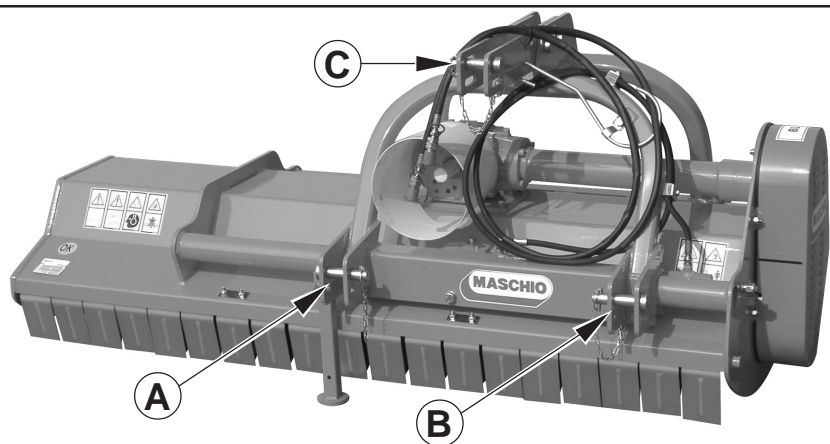
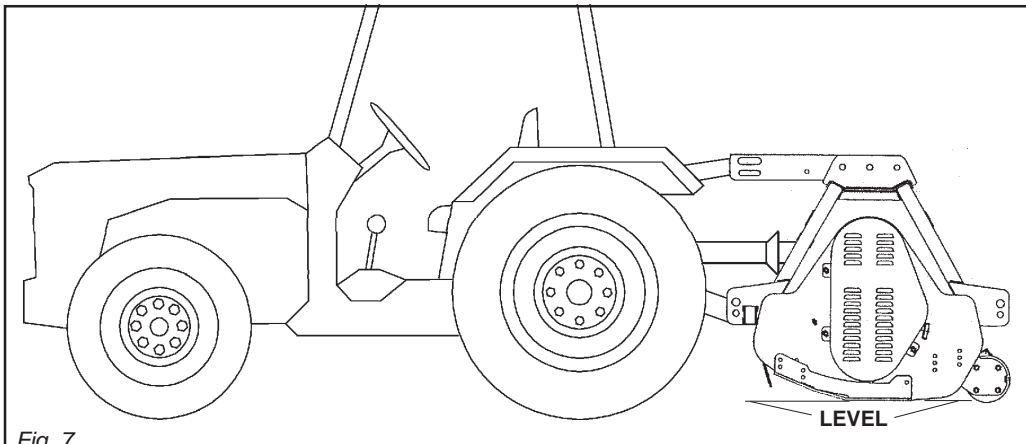

Fig. 6
Fig. 7
Le piastre (A-B-C Fig. 6) vanno montate sempre e solo come illustrato in Fig. 6 con i fori posizionati anteriormente al tubo quadro.
The plates (A-B-C fig. 6) are always mounted only as illustrated in fig. 6, with the holes positioned in front of the square tube.
Placile (A-B-C Fig. 7) sunt montate cum este indicat in Fig. 6 cu orificiile pozitionate anterior cadrului.
- 1- Accostare le barre del sollevatore ponendole all'interno delle piastre (A-B-C Fig. 6), inserire il perno nel foro predisposto e bloccare con le copiglie a scatto.
- 4- Collegare il terzo punto superiore (C Fig. 6) ed effettuare una corretta regolazione con il tirante, verificando che il piano superiore della macchina risulti parallelo al piano terra.
Sollevare la macchina dal terreno e registrare l'altezza di taglio. Regolare l'assetto della macchina con il sollevatore, facendo in modo che la macchina sia orizzontale, o appena più alta anteriormente, per favorire l'ingresso del materiale (Fig. 7).
- 1- *Near the lift bars, setting them in the most suitable plates (A-B-C Fig. 6). Insert the pin into the relative hole and lock in place with the snap-in split pins.*
- 4- *Connect the upper third-point (C Fig. 6) and correctly regulate by means of the adjuster, checking that the upper surface of the machine is parallel to the ground. This is very important since it achieves parallelism between the axis of the machine and that of the tractor pto.*
Raise the machine from the ground and regulate the cutting height. Regulate the driving position of the machine with the hoister so that the machine is horizontal, or only slightly higher in the front, to favor the entrance of the material (Fig. 7).
- 1- Apropiati barele elevatorului si asezati-le in interiorul placilor (A-B-C Fig. 6), introduceti boltul in orificiul prevazut si blocati-l cu stiftul prevazut.
- 4 - Conectati al treilea punct superior (C Fig. 6) si efectuati o reglare corecta cu tirantul, verificand ca planul superior al masinii sa fie paralel cu cel al solului. Acesta este un lucru foarte important, cu scopul de a obtine paralelism intre axul arborelui prizei de forta a masinii si cel al prizei de forta a tractorului.
Reglati pozitia de inaintare a masinii cu elevatorul, facand astfel incat masina sa fie orizontala, sau putin mai ridicata in fata, pentru a favoriza patrunderea produsului (Fig. 7).